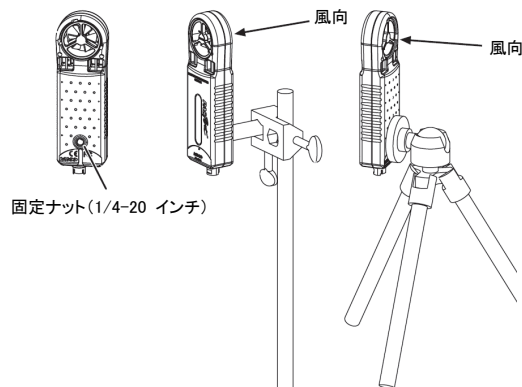

図2 センサの固定
- 2) センサを固定する場合には、図2に示されるように固定ナットを用いてセンサを固定します。